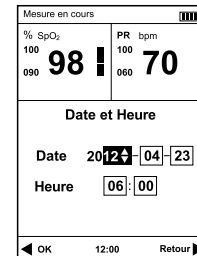

Fig. 4-2
- 2) Appuyez sur le bouton de navigation pour sélectionner "Date et heure" élément, puis appuyez sur le bouton OK pour accéder à l'écran de réglage de l'heure, référez à Fig.4-2